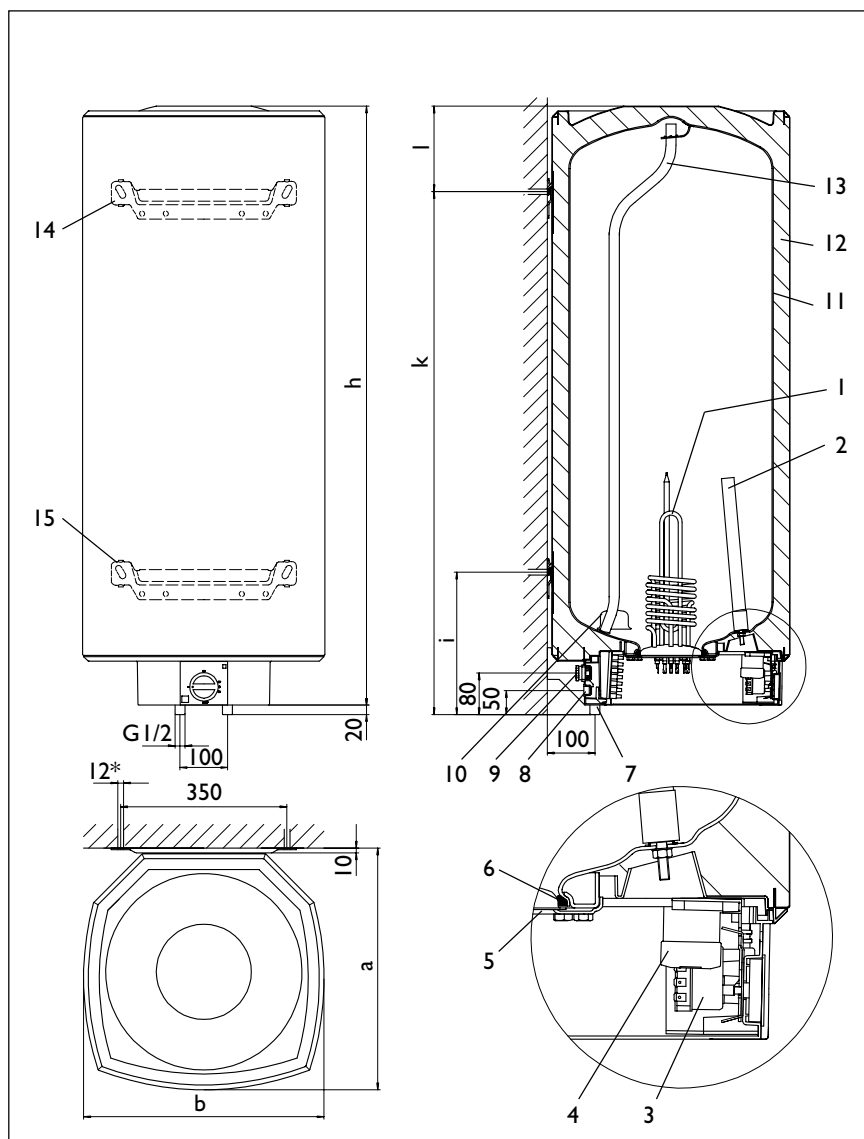

Рис. 4
- Монтировать вертикально, как показано на рис.4;